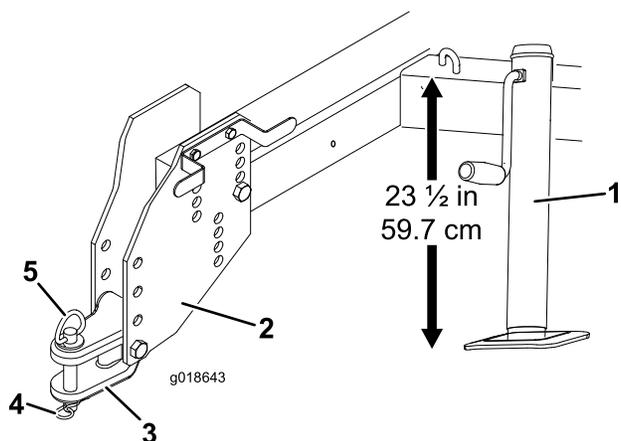

図 3
- ヒッチトングをヒッチプレートに固定しているボルトとロックナット複数を外す 図 3。
6. ヒッチピンとリンチピンを使って、ヒッチトングをトラクタのヒッチに接続する 図 3。